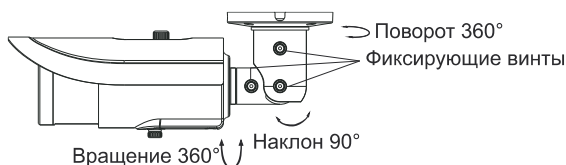

Рис. 5.4. Регулировка направления обзора
5. Отрегулируйте кронштейн. Прежде чем приступить к регулировке кронштейна, выведите изображение от видеокамеры на монитор. После этого ослабьте фиксирующие винты, чтобы оптимальным образом подстроить поле зрения видеокамеры, как показано на Рис. 5.4.